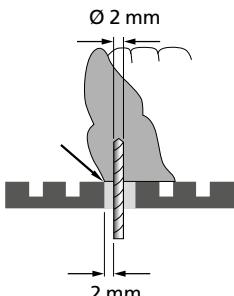

Bild 6.1
- ⇒ Styr kronans yttre kant mot borrhålets kant (bild 6.1.)